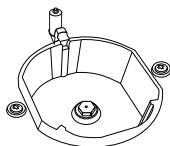
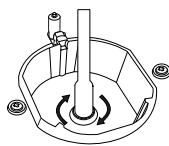

Figura 3
Figura 4
2. Retire la boquilla (figura 3) del quemador con una herramienta especial e instale una nueva boquilla (figura 4).